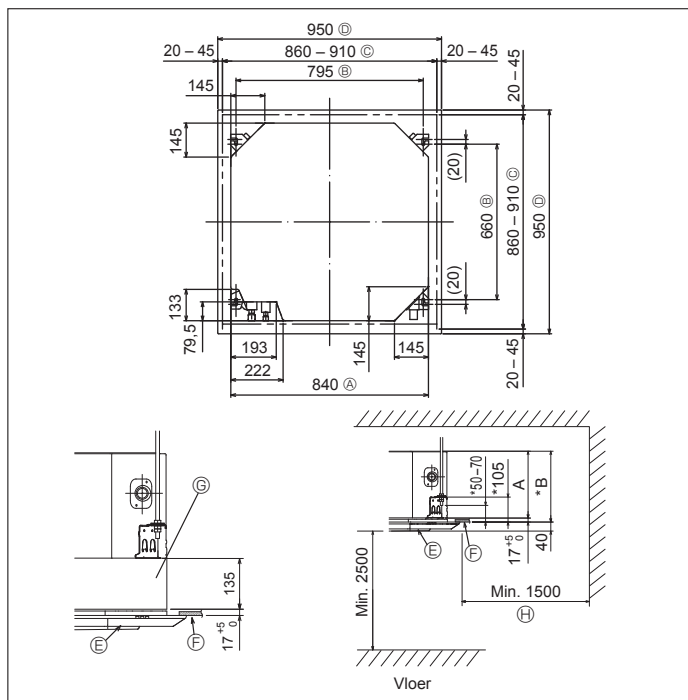

Fig. 3-2
①	Mal voor installatie (Bovenkant van de verpakking)	1
②	Sluiring (met isolatie) Sluiring (zonder isolatie)	4 4
③	Pijpisolatie (voor koppeling van koelleiding) kleine diameter grote diameter	1 1
④	Bevestigingsbandje (groot)	8
⑤	Bevestigingsbandje (klein)	1
⑥	Aftapbus	1
⑦	Isolatie	1
⑧	Flensmoer 1/4F (RP60)	1
3.2. Plafondopeningen en posities voor installatie van de ophangbouten (Fig. 3-2)
* De afmetingen van de plafondopeningen kunnen aangepast worden binnen de begrenzingen zoals afgebeeld in Fig.3-2; u moet dus het apparaat tegen het plafondopening centreren, waarbij u ervoor moet zorgen dat de respectievelijke tegengestelde zijden aan alle kanten van de opening hetzelfde zijn.